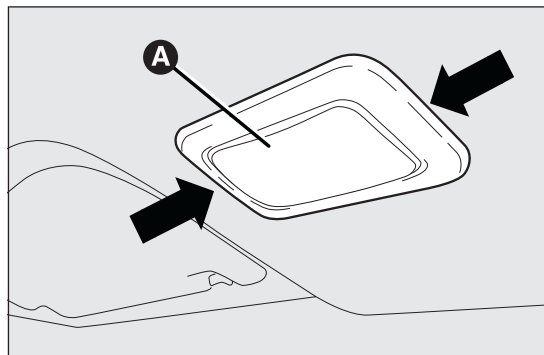

fig. 157
- extraer el plafón A fig. 157 interviniendo en los puntos indicados por las flechas;